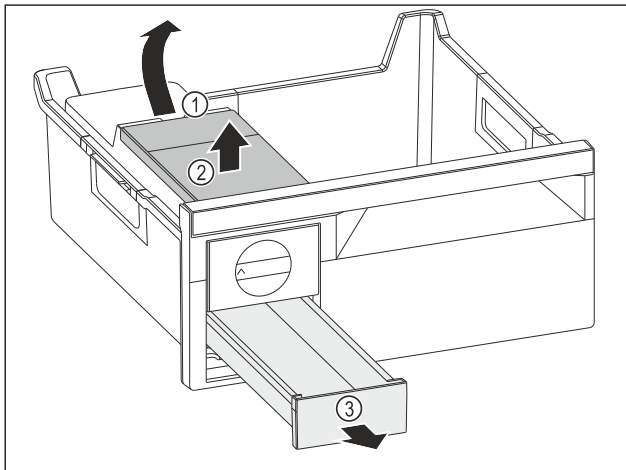

Fig. 170
- ▶ 取出水箱: 从凹槽 Fig. 170 (1) 抬起水箱。
- ▶ 朝上取出水箱 Fig. 170 (2)。
- ▶ 朝前取出冰块抽屉 Fig. 170 (3)。